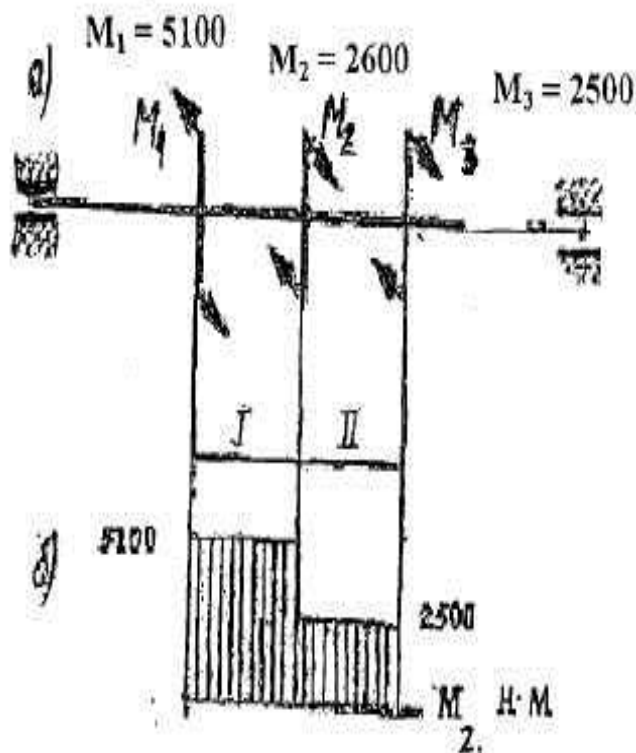

Рисунок 5 – Эпюра крутящих моментов
4. Определяем диаметр вала из условий прочности и жесткости.  $M_{z \max} = 5100$  Н·м (рисунок 5, б).